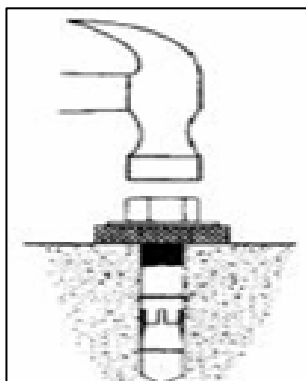

Рисунок 19
- С помощью легкого молотка вбейте анкерные болты в отверстие (центральный выступающий гвоздь анкерного болта устанавливать не нужно, это можно сделать после выравнивания уровня). **Рисунок 19)**
— После выравнивания вставьте центральный выступающий гвоздь анкерного болта и забейте его тяжелым молотком. **Рисунок 19)**